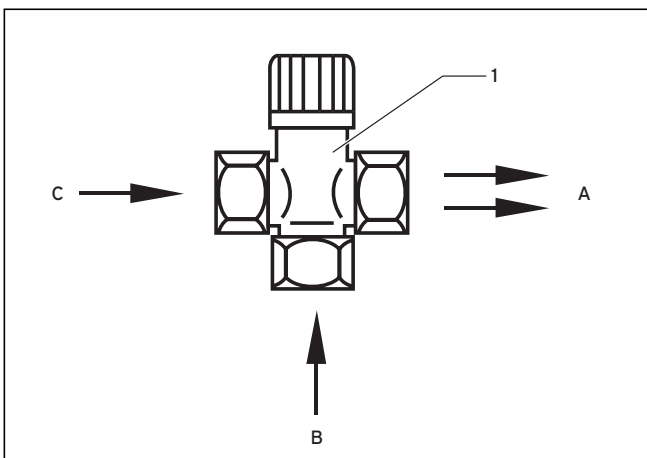

Abb.4.4 Warmwasser-Thermostatmischer
- Um einen wirksamen Verbrühschutz zu gewährleisten, bauen Sie einen Thermostatmischer wie in Abbildung 4.4 dargestellt.